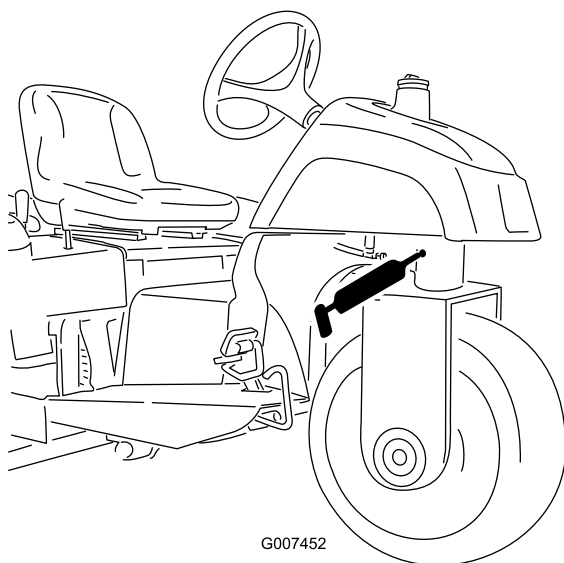

図 25
- ・ ステアリング・ピボット (図 25)
注 ステアリング・ピボットの注入部 (図 25) は面一フィッティングなので、グリスガン用ノズル・アダプタが必要です。パーツ番号は P/N 107-1998 ; ご注文は Toro 代理店へ。